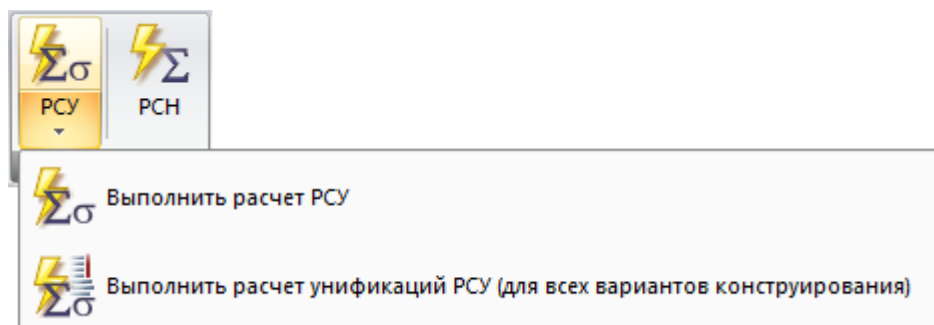

Рис. 106. Раскрывающийся список **PCY**
**PCY** (рис.106) – раскрывающийся список, который содержит команды для расчета расчетных сочетаний усилий и их унификаций: